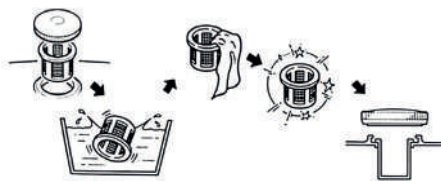

РИС. 16
Визуально проверяйте состояние сетчатого фильтра в горловине (2). При наличии загрязнений извлеките и очистите его (Рис. 16). Повреждённый фильтр подлежит замене.